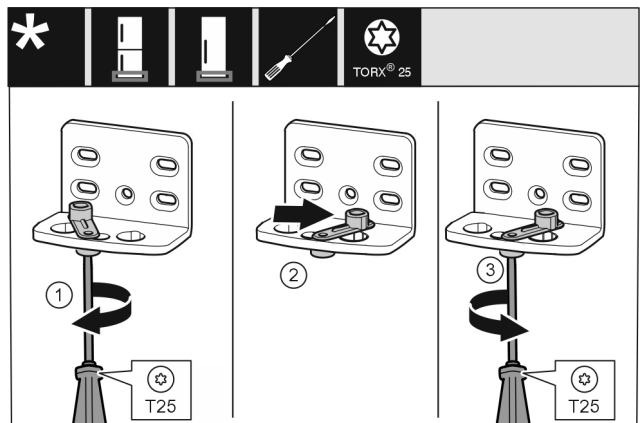

Fig. 10
- ▶ Tekerje lazára a csavart a T25 csavarhúzóval. Fig. 10 (1)
- ▶ Emelje meg az ajtó záródását segítő egységet, és 90°-kal jobbra forgatva helyezze a furatba. Fig. 10 (2)
- ▶ Húzza meg a csavart a T25 csavarhúzóval. Fig. 10 (3)